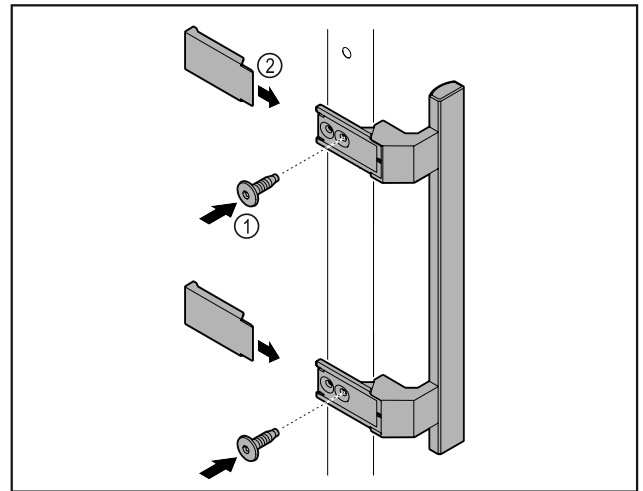

Fig. 64
- Griff aus dem Beipack mit den beiliegenden Schrauben Fig. 64 (1) an der Tür anbringen.
- Abdeckung Fig. 64 (2) aufsetzen.